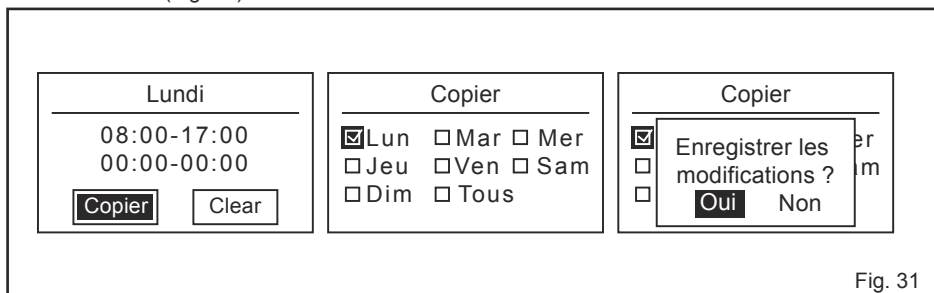

Fig. 31
Deux périodes de travail peuvent être définies pour chaque jour en fonction de vos besoins. Les réglages du temps de travail quotidien peuvent être copiés sur d'autres jours (Fig. 31).
- Tournez la molette pour sélectionner Copie, puis appuyez sur la molette pour accéder à la page Copie (Fig. 31).
- Appuyez sur la touche retour, sélectionnez Oui et appuyez sur la molette pour confirmer les modifications (Fig. 31).